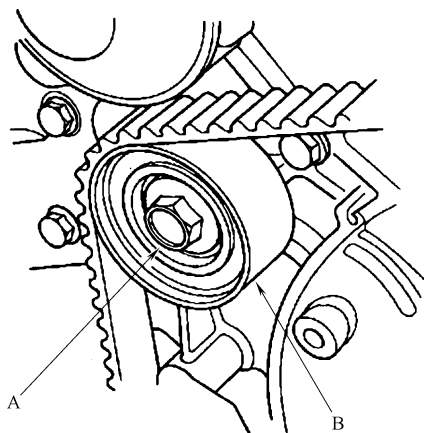

图 23-57 拆卸惰轮螺栓 A 和惰轮 B
16) 如图 23-57 所示, 拆卸惰轮螺栓 A 和惰轮 B, 然后拆下正时带。惰轮螺栓是一次性使用的, 因此拆下惰轮螺栓后即可废弃不用。